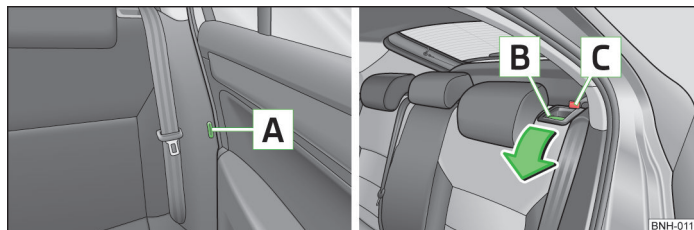

Abb. 36 Sitzlehne entriegeln
- › Die Schloszsprache des Sicherheitsgurts in die Öffnung [A] » Abb. 36 an der entsprechenden Fahrzeugseite stecken - Sicherheitsposition.